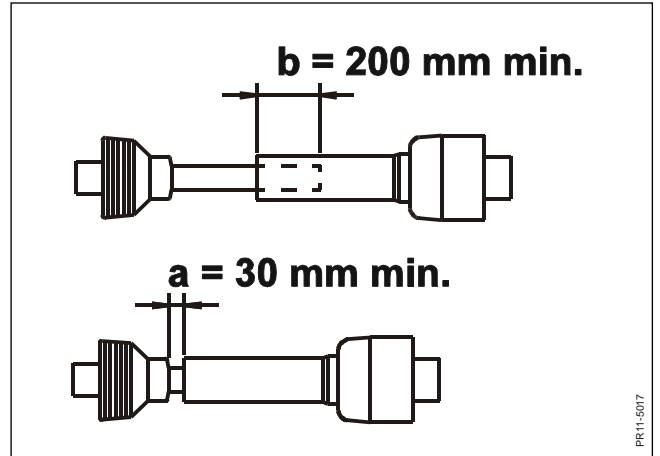

Fig. 2-8
**Fig. 2-8** Regolare la lunghezza dell'albero cardanico in modo che in posizione di lavoro abbia almeno 200 mm di incastro nel profilo del tubo, ed in posizione di massima chiusura l'albero deve avere 30 mm di distanza dal profilo del tubo per evitare che l'albero caschi a terra ed in posizione allungata deve avere minimo 100 mm di incastro nel tubo di connessione.